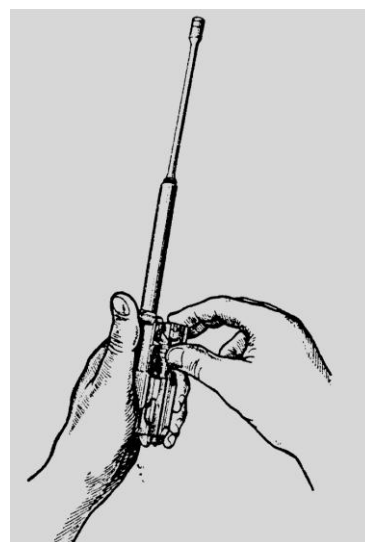

Рис. 3.48. Отделение затвора от затворной рамы
8. Отделить затвор от затворной рамы. Взять затворную раму в левую руку затвором кверху, правой рукой отвести затвор назад, повернуть его так, чтобы ведущий выступ вышел из фигурного выреза затворной рамы, и вывести затвор вперед (см. рис. 3.48).